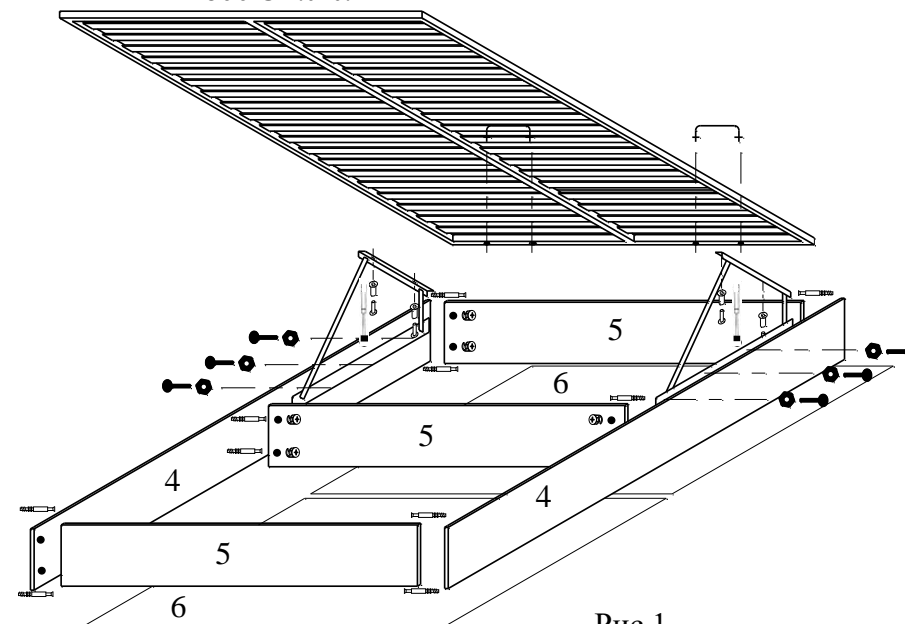

Рис.1
1. Закрепить на нижней части спинок (1,2) и царг (3) подпятники (J) на расстоянии  $\approx 3$  см от края.
2. Вкрутить стержни эксцентриков (С) в предварительно забитые в отверстия втулки на царгах короба (4) и стержни эксцентриков (Е) в отверстия на спинке (1).
3. Вставить шайбы эксцентриков (Е) в глухие отверстия на царгах (3) и шайбы эксцентриков (С) в глухие отверстия на перегородках (5).
4. Собрать короб подъемного механизма (рис.1), закрепив перегородки (5) на царгах короба (4), прижать стержни эксцентриков шайбами (С). Это достигается поворотом шайбы эксцентрика по часовой стрелке при помощи отвертки.
5. Прибить дно (6) к полученному коробу гвоздями (N) со стороны большего расстояния до крепления орт. основания на царгах короба (4).
7. Установить шканты (О) в отверстия на спинках (1),(2).
8. Соединить опору большую (2) и изголовье (7), загнав свободные концы шкантов (О) в изголовье (7) и вкрутить винты (V) в установленные бонки через отверстия в трубах (W). Верхние торцы труб (W) закрыть заглушками (X).
9. Вставить шайбы эксцентриков (Е) и бочонки стяжки (А) в глухие отверстия на царгах (3).